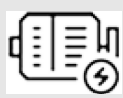

Figure 65 Régler l'heure
- Enfoncer la touche Home (Figure 65, 1) et la maintenir enfoncée. Un curseur clignote sous l'affichage de l'heure.
- Utiliser les touches de contrôle (Figure 65, 2) et (Figure 65, 3), pour augmenter (+) et/ou réduire (-) l'affichage de l'heure d'une heure.
- Appuyer sur la touche Home (Figure 65, 1). L'affichage de l'heure est enregistré le curseur sous l'affichage des minutes clignote.
- Utiliser les touches de contrôle (Figure 65, 2) et (Figure 65, 3), pour augmenter (+) et/ou réduire (-) l'affichage de l'heure d'une minute.
- Appuyer sur la touche Home (Figure 65, 1). L'heure est enregistrée. Le système quitte le mode Réglage de l'heure et tous les symboles de l'écran de contrôle s'affichent.